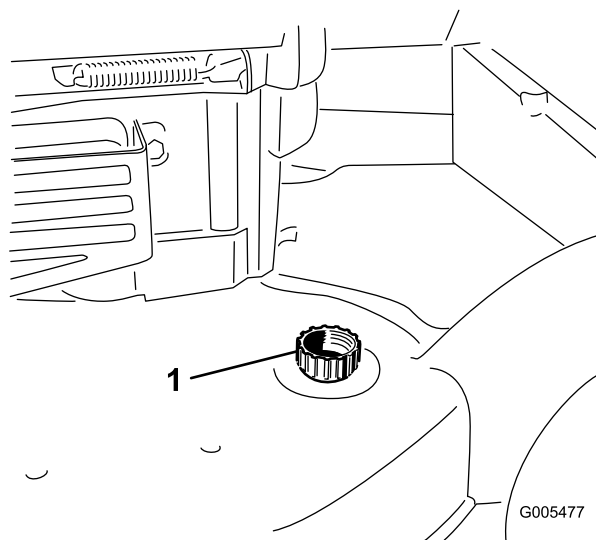

Figura 34
3. Introduzca una manguera de jardín conectada a un grifo en el orificio de lavado de la carcasa del cortacésped (Figura 34).